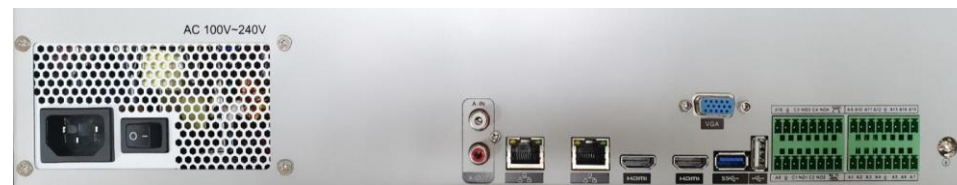

Рис. 1. Расположение разъемов на задней панели Прибора
4.1 Перед подключением необходимо определить место установки Изделия, чтобы был обеспечен доступ к разъемам и подводимым кабелям. На Рис. 1 показано расположение разъемов на задней панели Прибора: